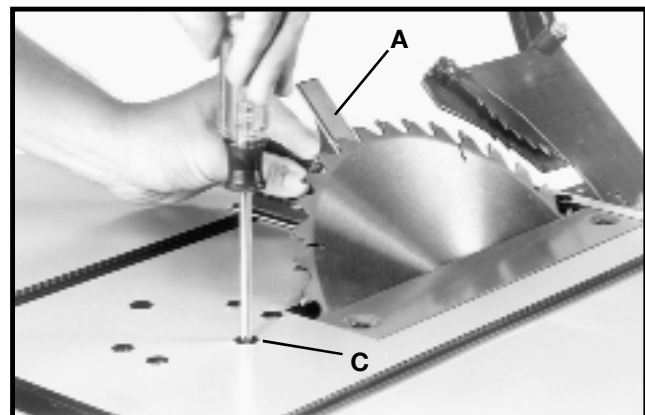

Fig. 39
5. Coloque una escuadra (A), Fig. 39, en la mesa con un extremo contra la hoja como se muestra y verifique si la hoja está a 45 grados en la mesa. De lo contrario, afloje el tornillo (C) algunas vueltas y mueva el mecanismo de inclinación de la hoja hasta que ésta quede a 45 grados de la mesa. A continuación, ajuste el mango de bloqueo de inclinación de la hoja y ajuste el tornillo (C) hasta que llegue al fondo.